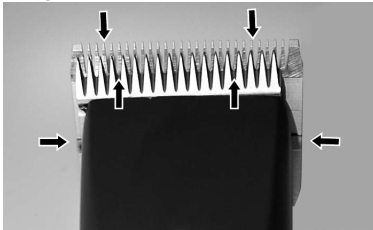

Fig. 13
Para conseguir un buen resultado de esquila y para alargar la duración de la esquiladora, es imprescindible aplicar una fina capa de aceite sobre las cuchillas superior y inferior (Fig. 13).
- ▶ Lubrique los peines suficientemente durante el esquila (como mínimo cada 15 minutos), para que no marchen en seco (Fig. 13).
Es necesario lubricar los peines antes, durante y después de cada uso. Si los peines dejan rayas o se desaceleran, es una señal segura que necesitan aceite. Aplique algunas gotas de aceite de frente y lateralmente de los peines (flechas Fig. 13). Quite el aceite sobrante por un pañuelo suave y seco. Aerosoles lubricantes no contienen suficientemente aceite para una buena lubricación, pero son convenientes para la refrigeración de los peines. Cambie de inmediato peines dañados o dentados a fin de evitar heridas.